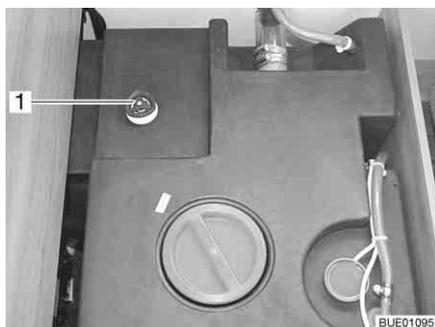

Fig. 202 Depósito de agua con tirador giratorio
- Girar el tirador giratorio (Fig. 202,1) sobre el depósito de agua en sentido de las agujas del reloj, hasta el tope.
- Girar el tirador giratorio (Fig. 202,1) sobre el depósito de agua en sentido contrario a las agujas del reloj, hasta sentir resistencia. El agua se saldrá hasta 60 litros.